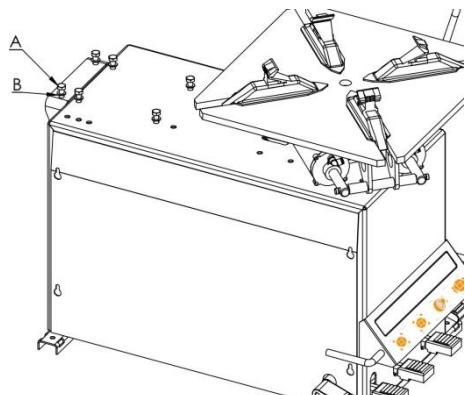

Fig. 4
- Verwijder eerst de bouten (A, fig.4) en ringen (B, fig.4).